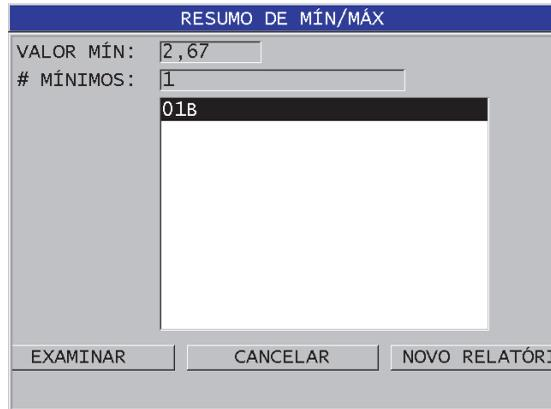

Figura 11-36 Tela de resultados do relatório RESUMO DE MÍN/MÁX
- A tela de resultados do relatório **RESUMO DE MÍN/MÁX** com o espessura mínima do ID selecionado (veja Figura 11-36 na página 226).